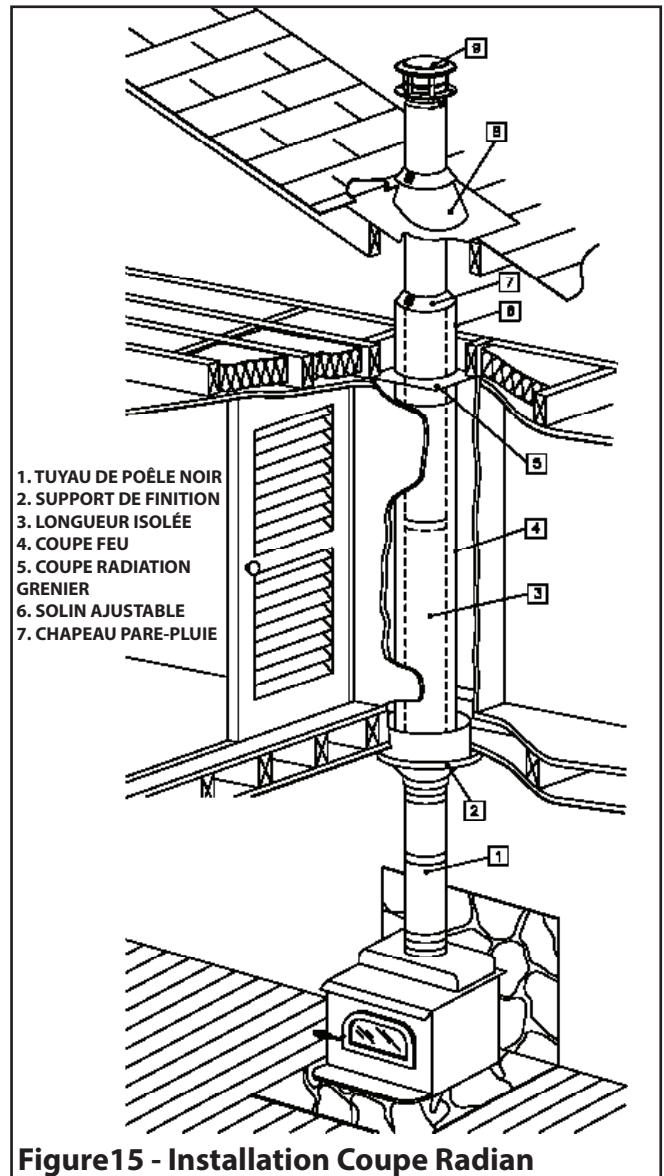

Figure 15 - Installation Coupe Radian
Étape 5.1.E:(USA seulement) - COUPE RADIANT TOIT. Installez l'écran de protection contre le rayonnement du toit dans les solives du toit. Cet écran est composé de (4) plaques métalliques fournies avec le solin de toit. Clouez une plaque de chaque côté des solives à l'aide de (2) clous de 2 1/2 po.
Étape 5.2: AU CANADA SEULEMENT – POUR INSTALLATION CLOISONNÉE SUR UN POËLE À BOIS OU UN APPAREIL AU CHARBON (voir figure 15) Voir ci-dessous les étapes 5.2A à 5.2F.